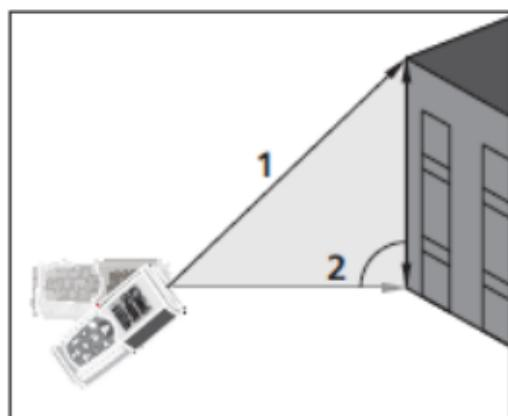

Fig. 7: Execução da medição Indireta com 2 pontos
3. Colocar o instrumento no ponto mais alto (1) da medição (ver Fig. 7) e premir o botão
4. Colocar o instrumento na posição mais horizontal possível (2) da medição (ver Fig. 7) e premir o botão  para efetuar a medição. O resultado é apresentado no segundo display parcial
5. O valor final do resultado (obtido como  $\sqrt{(1)^2 - (2)^2}$ ) é apresentado no display resultante